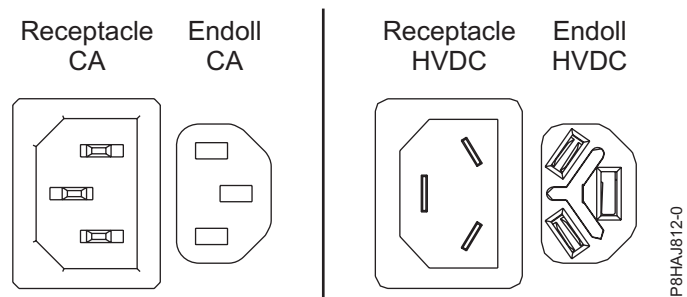
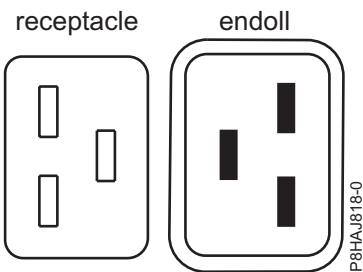
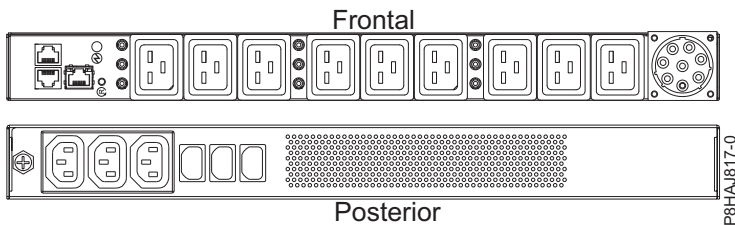

Figura 31. Connectors de CA i d'HVDC
Figura 32. Connectors per al sistema 8408-44E
Figura 33. PDU per al sistema 8408-44E
A la Figura 31 a la pàgina 50 es mostren els connectors admesos de corrent alternativa (CA) i de corrent directa d'alt voltatge (HVDC). A la Figura 32 a la pàgina 50 i a la Figura 33 a la pàgina 50 es